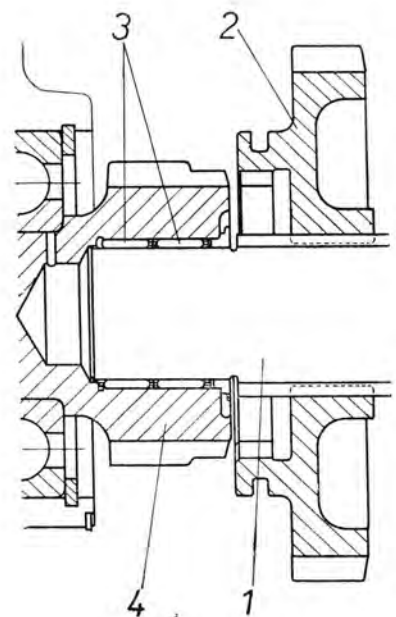

Abb. 108
1. Nach Beseitigung der Störungen (z. B. nach Austausch eines schadhaften Lagers) ist die zusammengebaute Ritzelwelle (Abb. 108/1) durch die Öffnung im Hauptgetriebekasten und im Getriebegehäuse in die Nuten des Schaltrades der Re-
duktion (Abb. 108/2) und in die Nadellager (Abb. 108/3) auf der Nutenwelle (Abb. 108/4) einzuschieben; bei der Montage ist zu achten, dass keine Nadeln aus den Lagern herausfallen.